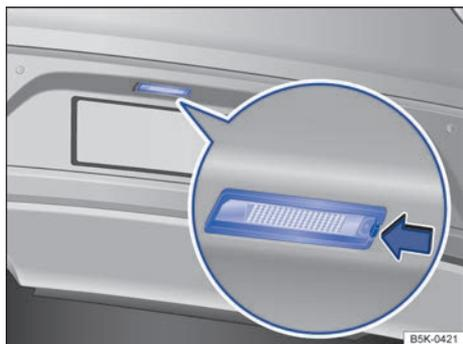

Fig. 172 En el paragolpes trasero: luz de matrícula.
- 2 Presione la pestaña de encastramiento de la unidad de iluminación en el sentido de la flecha → fig. 172.